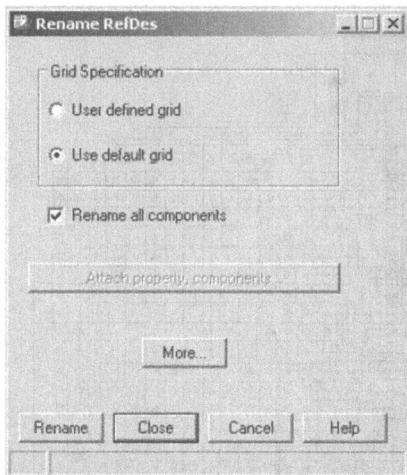

Рис. 21.58. Окно автоматического переименования
2. Выберите опцию Use default grid. Этот опция использует сетку по умолчанию, которая представляет встроенный метод переименования компонентов (рис. 21.58).